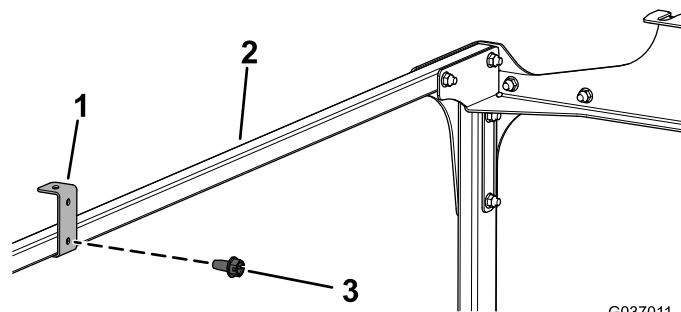

图12
12. 如图12所示, 用 2 个自攻螺丝 (1/4 x 1/2 英寸) 将 2 个车顶支架安装到交联管上。